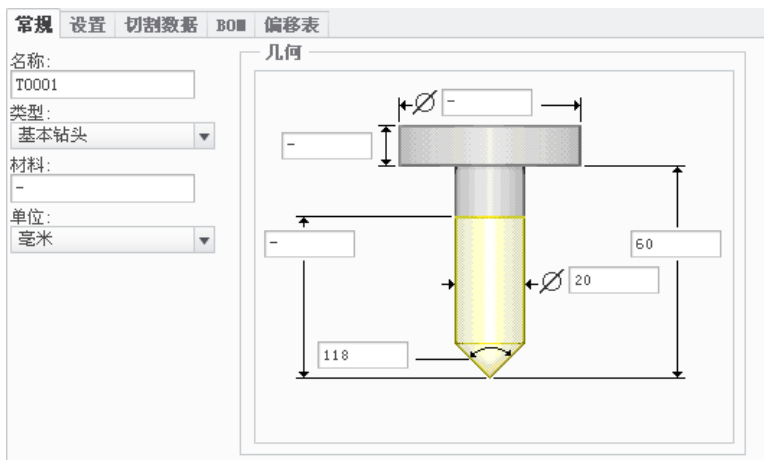

图 4.1.4 设定刀具一般参数
Step4. 在弹出的“刀具设定”对话框的 **常规** 选项卡中设置图 4.1.4 所示的刀具参数, 设置完毕后依次单击 **应用** 和 **确定** 按钮, 在“铣削加工中心”对话框中单击  按钮, 返回